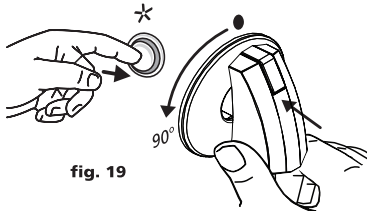

fig. 19
**1. Encendido electrónico con botón.-** Accione el pulsador marcado \* y mientras lo tiene presionado gire la perilla del quemador en sentido anti-horario a la posición máxima (que corresponde a 90° de giro desde la posición Off). (fig. 19). Luego de que el quemador encienda, libere el pulsador y seleccione el tamaño de la llama.